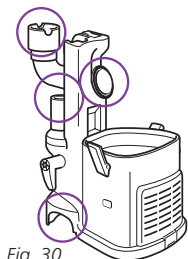

Fig. 30
- Saque el recipiente de la tierra y el tubo de extensión y separe la aspiradora compacta del cepillo eléctrico. Revise que no haya ninguna obstrucción en las 4 aberturas. **(Fig. 30)**